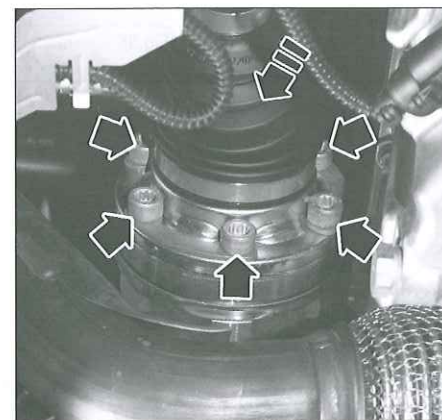

Fig. 3
- Desatornillar la transmisión del eje de salida de la caja de velocidades (Fig.3).